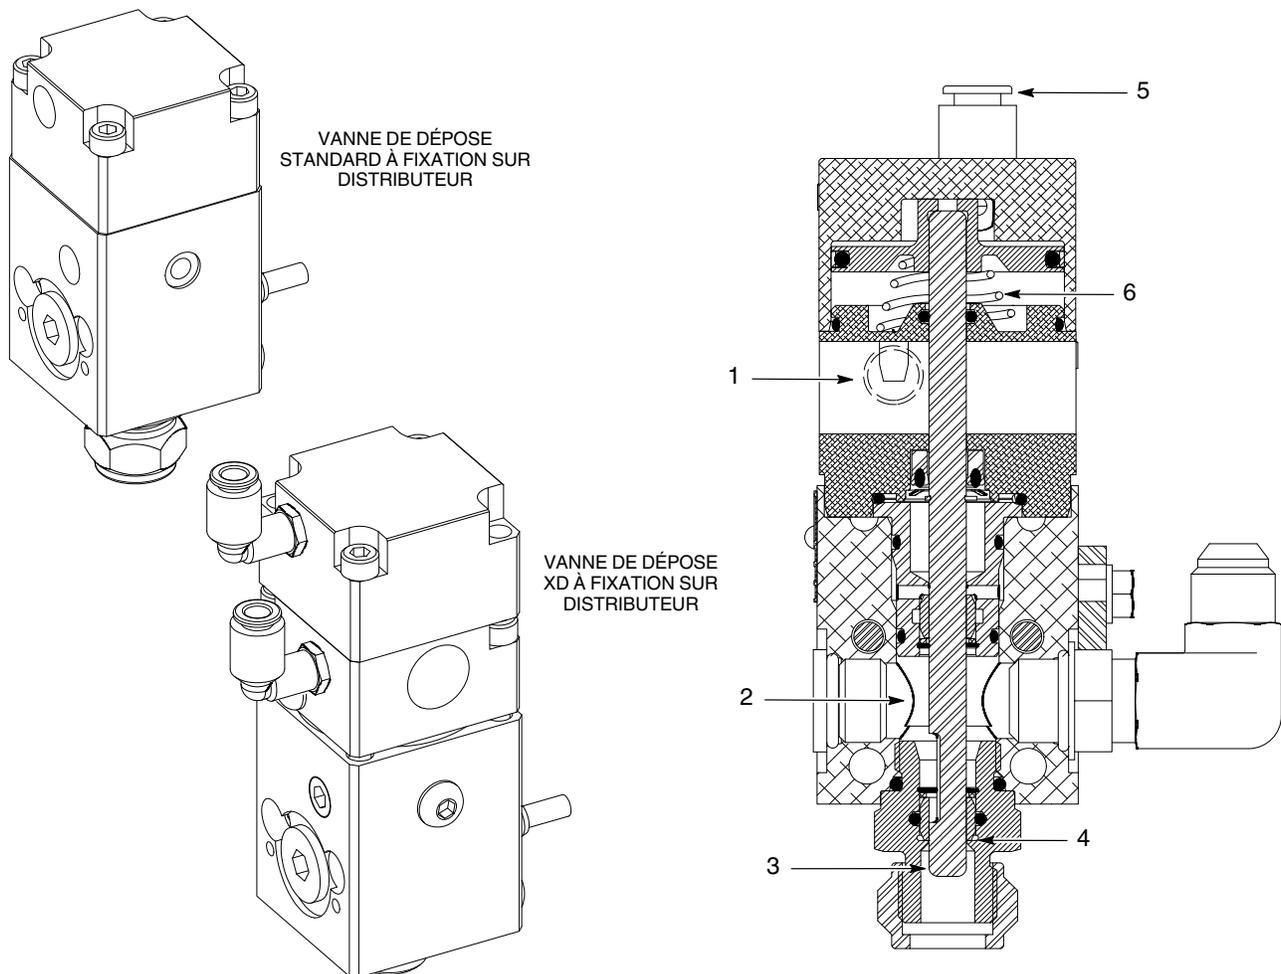

Figure 1 Vannes de dépose anti-bavures Auto-Flo II
Voir la figure 1. La vanne de dépose anti-bavures Auto-Flo II est utilisée dans diverses applications pour déposer des adhésifs, des enduits d'étanchéité et d'autres matières. Fabriquée en aluminium, cette vanne est légère et polyvalente.
Voir la figure 1. Lorsque de l'air est appliqué à l'entrée d'air d'ouverture de la vanne (5), le piston est poussé vers le bas et pousse ainsi la tige de piston (3) à travers le siège (4). La matière s'écoule dans l'entrée matière (2) et sort par la buse.